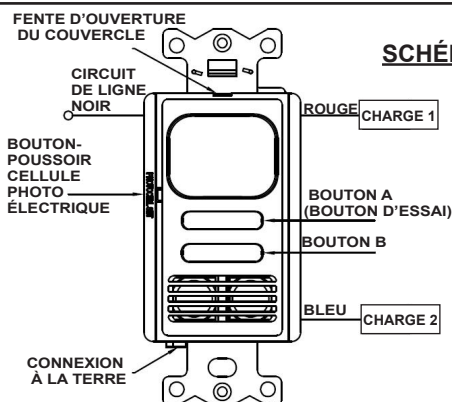
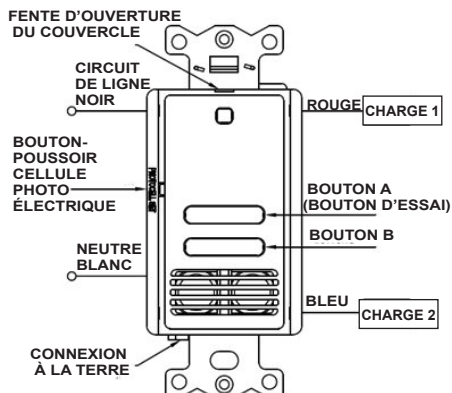

FIGURE 1 –
FIGURE 3 –
3. Câbler selon les illustrations des **SCHEMAS DE CÂBLAGE**. Les figures 1 et 2 indiquent la méthode de câblage des capteurs avec une mise à la terre (**REMARQUE** – Une mise à la terre fiable est requise pour assurer le bon fonctionnement). Les figures 3 et 4 indiquent la méthode de câblage des capteurs comportant un neutre.